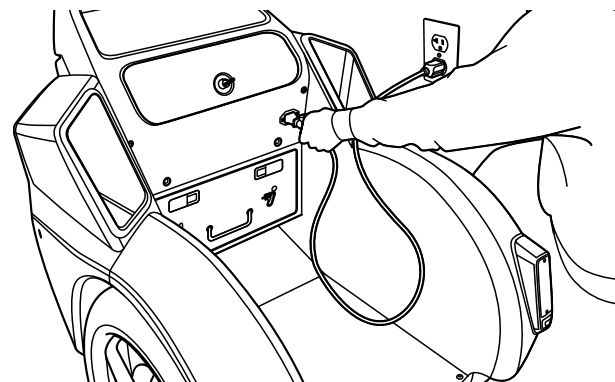

図 40: 正しくアースされた交流コンセントに接続する
3. (SE-3 Patroller に付属している) 電源コードの一方の端をアース付きの交流コンセント (100 V ~ 240 V、50 Hz または 60 Hz) に差し込みます。電源コードは正しくアースされる必要があります (図 40)。